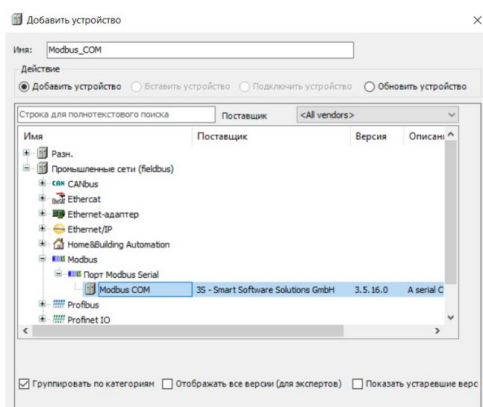

Рис.10 Добавление Modbus COM.
1. Для создания соединения Пользователю необходимо в дереве проекта добавить устройство "Modbus\_COM", которое обеспечивает обмен по выбранному порту RS485/RS232. Далее необходимо нажать правой кнопкой мыши на объект "Device (K15.LX1)" в дереве проекта и выбрать "Добавить устройство...". В директории "Промышленные сети (fieldbus) > Modbus > Порт Modbus Serial" Пользователь должен выбрать объект "Modbus COM" и двойным щелчком добавить его в дерево проекта (Рис. 10). Далее Пользователю необходимо закрыть окно добавления устройств.